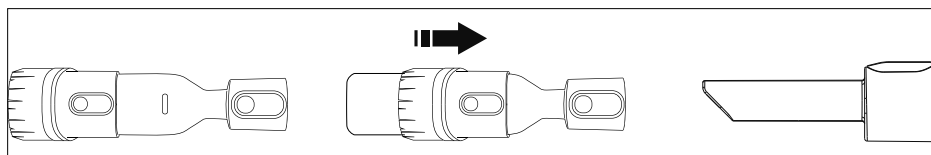

Fig. 7
Buse pour fentes (6) (voir fig. 7)	<ul style="list-style-type: none"> <li>• Aspiration dans les recoins, endroits inaccessibles avec la buse de sol, les cadres de fenêtre, les plis de tissus, etc.</li> </ul>
Buse 2 en 1 (7) (voir fig. 7)	<ul style="list-style-type: none"> <li>• Brosse : Aspiration d'objets fragiles tels que livres, cadres ou meubles rembourrés, rideaux, grilles</li> <li>• buse uniquement : lits, canapés, coussins</li> </ul>